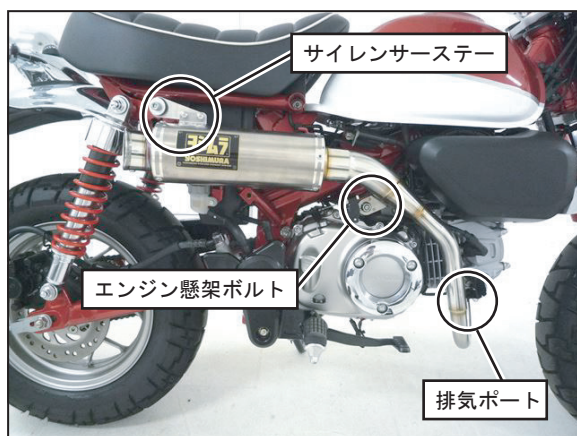

FIG. 8
8. ①エキゾーストパイプのステーを手順4で外したナットを使用して、エンジン懸架ボルトに仮締めして下さい。（FIG. 8 参照）
9. マフラーと車両のクリアランスや、サイレンサーの傾きを調整し、排気ポート部→サイレンサーステー→エンジン懸架ボルトの順に、仮締めしていたボルト・ナットを規定トルクで締め付けて下さい。（FIG. 8, 9 参照）